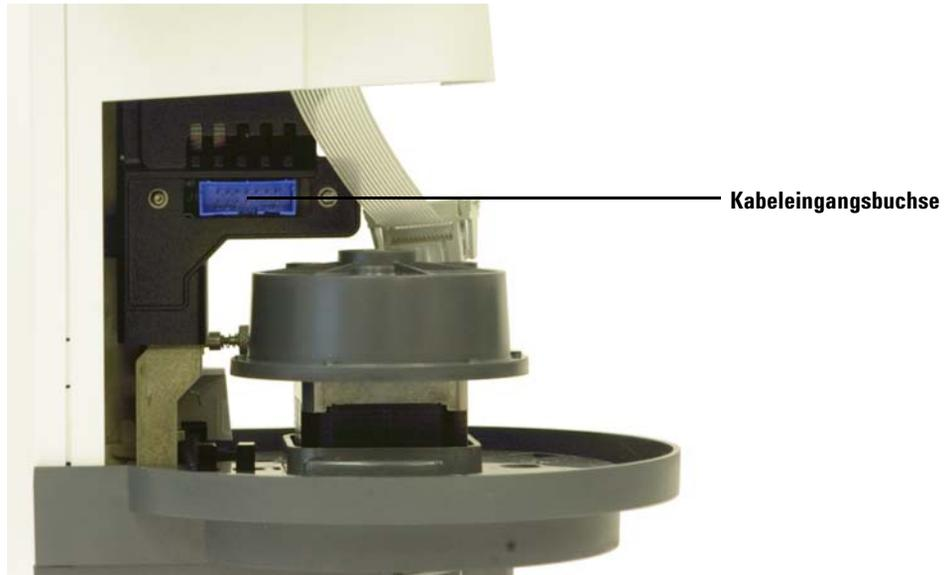

Abb. 102 Zugreifen auf die Kabeleingangsbuchse
- 13** Schieben Sie die Spritzenträgerbaugruppe vollständig nach unten, bis die Kabeleingangsbuchse auf der Baugruppe unter dem Turmgehäuse zugänglich ist (Abb. 102).